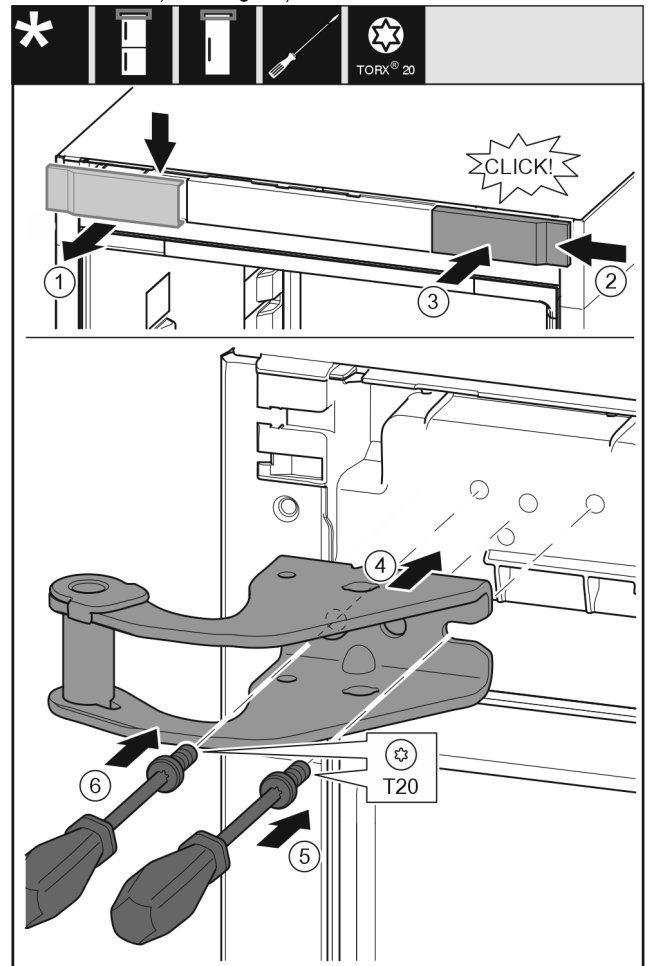

Fig. 9
- ▶ Noņemiet pārsegu no augšas uz priekšu. Fig. 9 (1)
- ▶ Iekabiniet pārsegu, pagrieztu par 180°, otrajā pusē no labās puses. Fig. 9 (2)
- ▶ Nofiksējiet pārsegu. Fig. 9 (3)
- ▶ Pielieciet augšējo gultņa balstu. Fig. 9 (4)
- ▶ Pielieciet skrūvi ar skrūvgriezi T20 un pieskrūvējiet. Fig. 9 (5)
- ▶ Ievietojiet skrūvi ar skrūvgriezi T20 un pievelciet. Fig. 9 (6)